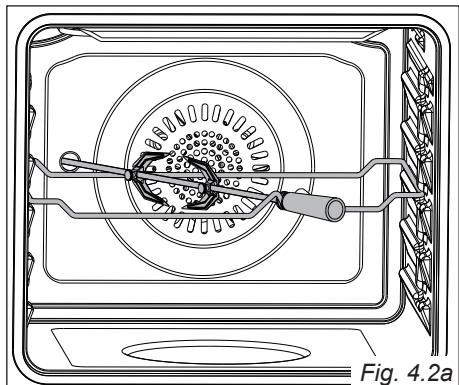

Fig. 4.2a
## COTTURA ALLO SPIEDO CON IL GIRARROSTO (fig. 4.2a, 4.2b)
- Inserire l'asta nell'apertura del motore (fig. 4.2a, 4.2b). Esso è installato correttamente solo se l'asta non gira una volta inserita. Esso roterà solamente quando il motore del girarrosto è in funzione (verificare la corretta rotazione dell'asta).